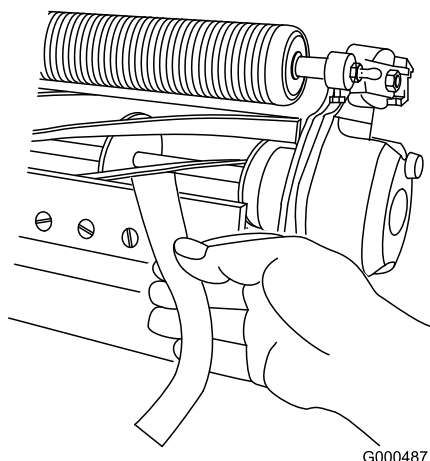

Figura 7
1. Șurub de reglare pentru bara de cadru (2)
- B. Inserați o bucată lungă de hârtie pentru verificarea performanței de tăiere între cilindru și contracuțit, perpendicular pe acesta din urmă (**Figura 7**), apoi **roțiți** cilindrul încet în față; ar trebui să taie hârtia; în caz contrar, repetați pașii **A** și **B** până când ajungeți la acest rezultat.
11. Inserați o bucată lungă de hârtie pentru verificarea performanței de tăiere (nr. piesă Toro 125-5610) între cilindru și contracuțit, perpendicular pe acesta din urmă (Figura 7), apoi **roțiți** cilindrul încet în față; ar trebui să taie hârtia; în caz contrar, rotiți fiecare șurub de reglare al barei de cadru în sensul acelor de ceasornic cu 1 clic și repetați acest pas până când taie hârtia.